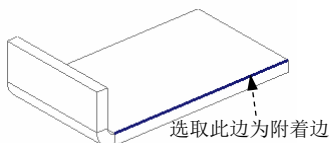

图 11.2.30 定义附着边
- Step3. 选取附着边。在系统“选择一个边连到壁上”的提示下，选取图 11.2.30 所示的模型边线为附着边。